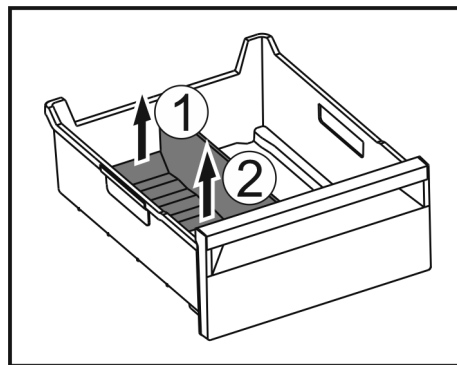

Fig. 231
- ▶ Zvedněte zadní část přepážky přihrádky na led. Fig. 231 (1)
- ▶ Přepážku přihrádky na led vyjměte nahoru. Fig. 231 (2)